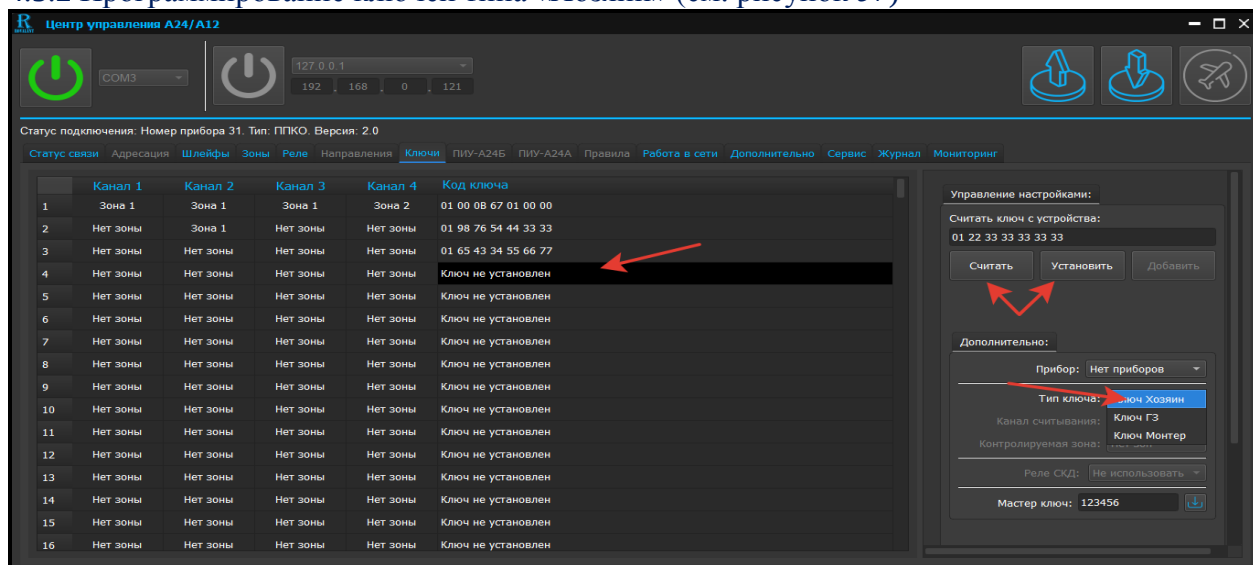

Рис. 57. Скриншот окна программирования ключей типа «Хозяин»
4.5.2 Программирование ключей типа «Хозяин» (см. рисунок 57)